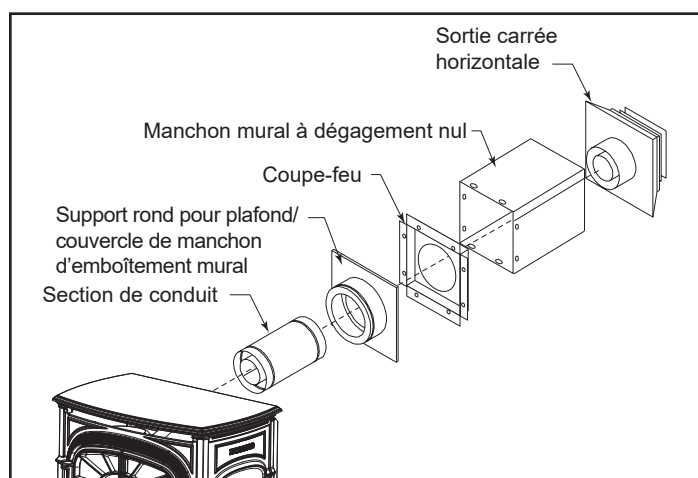

Figure 3.17
- Sortie horizontale, figures 3.17 et 3.18.